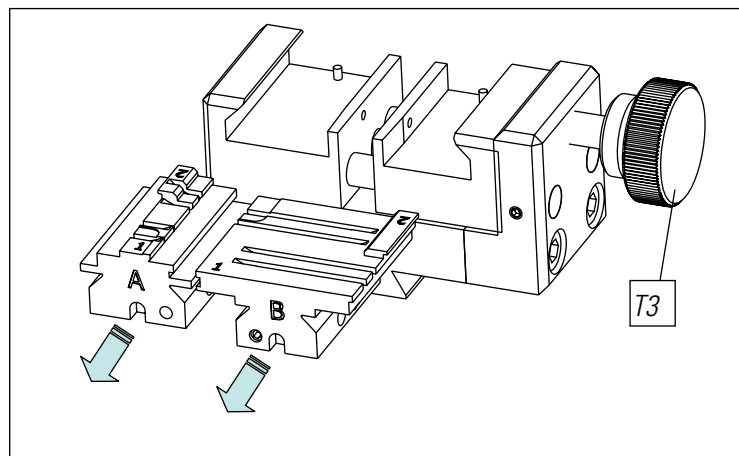

FIG. 20
- 2) Empujar la(s) garra(s) con los dedos desde la parte trasera extrayendo hacia el operario. (Fig.20)